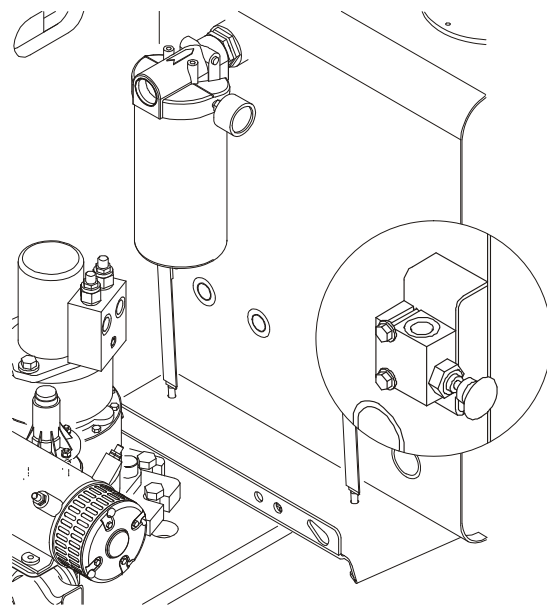

Рис. 4-8. Клапан повторного выравнивания
3. Нажмите и удерживайте нажатой красную кнопку повторного выравнивания, находящуюся рядом с главным распределителем. См. Рис. 4-8.